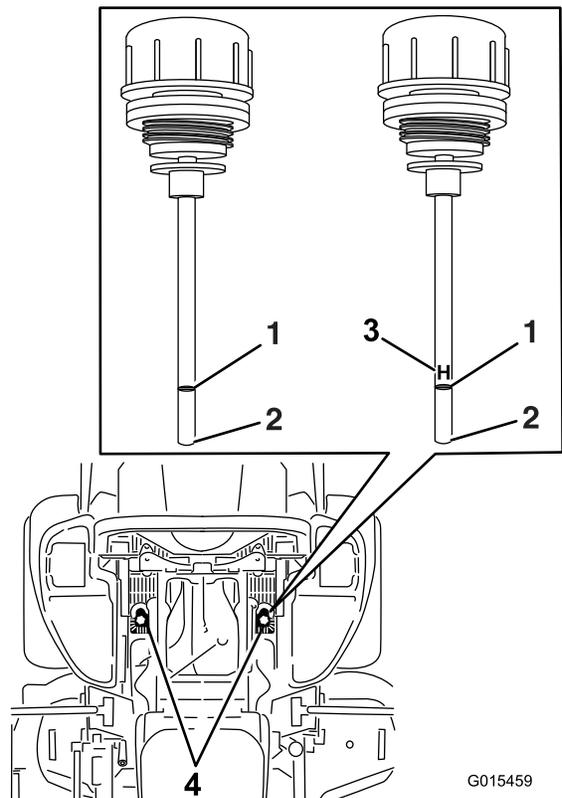

Figure 87
6. Nettoyez la surface autour des jauges des réservoirs du système hydraulique (Figure 87).
7. Sortez la jauge du réservoir hydraulique (Figure 87).
9. Ressortez la jauge et examinez l'extrémité (Figure 87). Si le niveau d'huile est au repère minimum, versez lentement la quantité d'huile qui convient dans le réservoir hydraulique pour faire monter le niveau jusqu'au repère maximum (H).